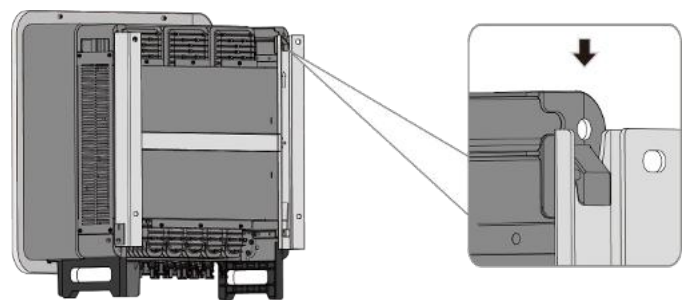

Abb. 11. Überprüfen des sicheren Sitzes des Geräts
2. Gerät auf den Montagebügel aufsetzen. Beide Seiten des Kühlkörpers prüfen, um sicherzustellen, dass Gerät fest sitzt. (siehe Abb. 11).